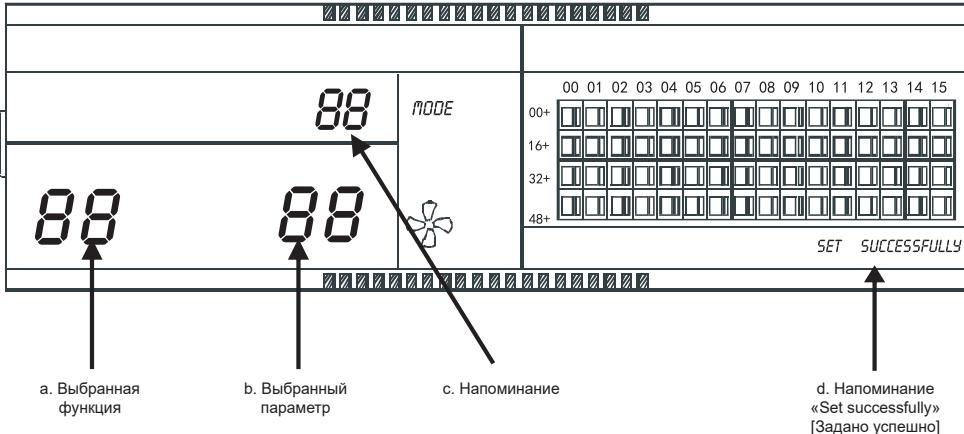

Рисунок 2.9. Матрица фильтрации в дополнение к функции очистки от пыли включает отображение содержимого.
- ① Установите кодовый переключатель 3 в положение «ON», чтобы выбрать параметр «дополнительная функция имеется» (см. таблицу 2.1), затем включите центральный пульт управления. Через 1 минуту нажмите и удерживайте кнопку «», затем нажмите кнопку «», чтобы открыть экран настроек дополнительной функции. Своеенный семисегментный индикатор выбора функции (см. рисунок 2.9а), мигающий с частотой 1 Гц (отображаемое по умолчанию значение 00), отобразит код дополнительной функции (см. таблицу 2.2). Нажмите кнопки «» и «», чтобы выбрать функцию, затем нажмите кнопку «», чтобы войти в режим выбора параметра.
- ② После входа на экран выбора параметра, своеенный семисегментный индикатор выбора представленной функции начинает светиться, своеенный семисегментный индикатор выбора представленного параметра (см. рисунок 2.9б), мигающий с частотой 1 Гц, отображает код дополнительного параметра. С помощью кнопок «» и «» выберите значение параметра.
- ③ Нажмите кнопку «», чтобы подтвердить выбор параметра (коды параметра, соответствующие времени, приведены в таблице 2.3).
- ④ После успешного завершения настройки своеенный семисегментный индикатор выбора функции светится, а на экране отображается сообщение «Setting successfully» [Установлено успешно] (см. рисунок 2.9 д). Через 3 секунды экран выбора дополнительной функции автоматически закроется. Отображение на дисплее вернется к нормальному.